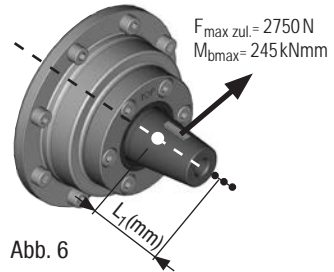

Abb. 6
- Die durch die Riemen Spannung aufgebrachte Kraft am Kraftangriffspunkt (Mitte Wellenkonus, siehe Abb. 6) darf  $F_{\max \text{ zul.}} = 2750 \text{ N}$  nicht überschreiten.
- Verschiebt sich der Kraftangriffspunkt nach vorne (siehe Abb.6, kleine Punkte), verkleinert sich die Kraft  $F_{\max \text{ zul.}}$  nach folgender Formel: